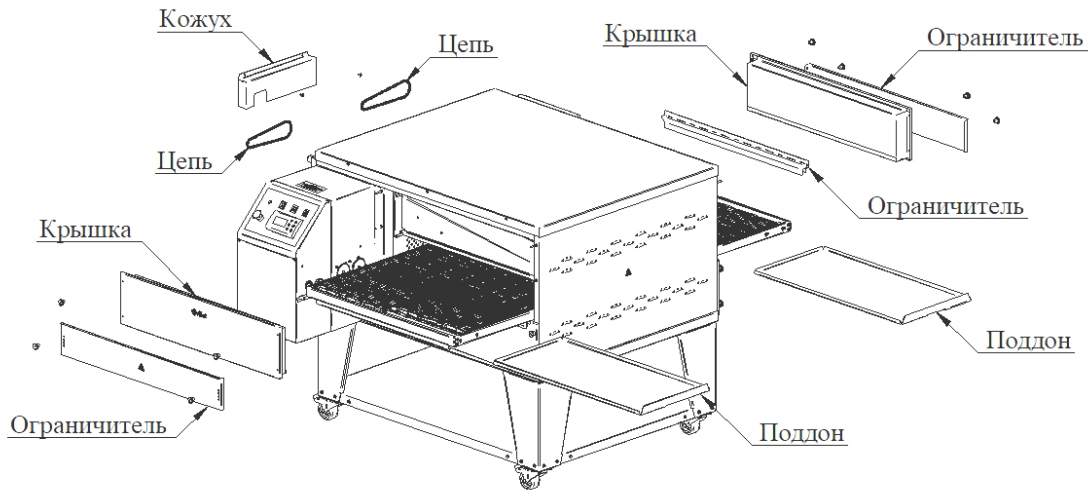

Рис. 11
1. Вынуть конвейер из корпуса изделия: для этого необходимо снять кожух привода, открутив два винта М5. Снять поддоны с конвейера, верхние крышки, ограничители с корпуса, открутив гайки М6. Снять ограничители. (см. Рис. 11).